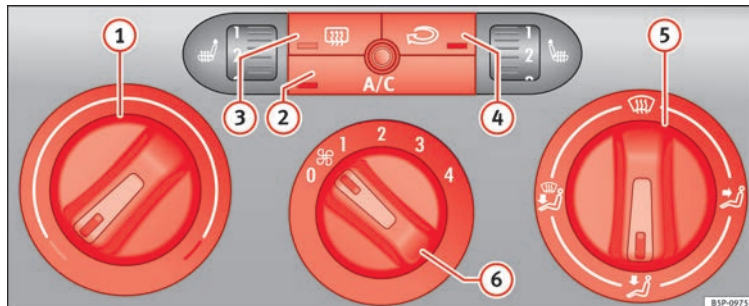

Fig. 115 Mandos del Climatic en el tablero de instrumentos.
– Con los reguladores » fig. 115 (1) y (5) y con el mando (6) se regula la temperatura, la distribución del aire y la velocidad de la turbina.
– Pulse la tecla (2), (3) o (4) para activar o desactivar la función correspondiente. Cuando la función está activa, la ventana situada en la esquina inferior de la tecla se ilumina.
(1) Regulador de temperatura » pág. 117
(2) Tecla – Encender o apagar el grupo refrigerador » pág. 117
(3) Tecla – Luneta térmica. Esta función se apaga automáticamente alrededor de 20 minutos después de haberla conectado. Se puede desconectar antes pulsando de nuevo la tecla.
(4) Tecla – Recirculación de aire » pág. 118
(5) Regulador de la distribución de aire » pág. 117
(6) Mando de la turbina. El caudal de aire tiene 4 niveles de ajuste. La turbina debería
» **fig. 115** .